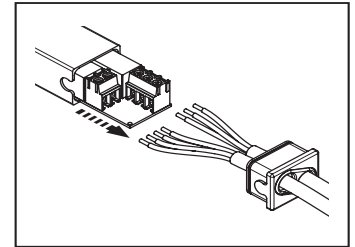

Рисунок 5: Плата, извлеченная из контейнера
5. Вытащите плату на несколько сантиметров из контейнера (Рисунок 5).